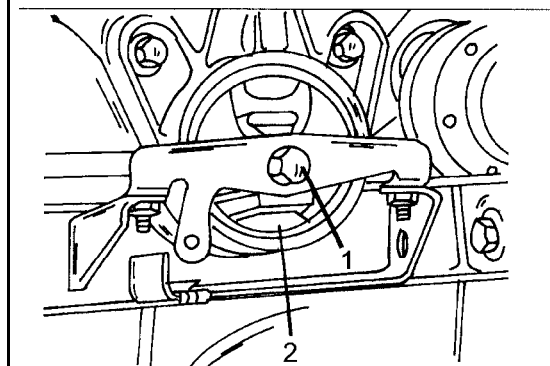

Bild 17
0 Die Schraube (1) in Bild 17 vom Getriebe-schalt-lager (2) am Aggregatträger abschrauben.